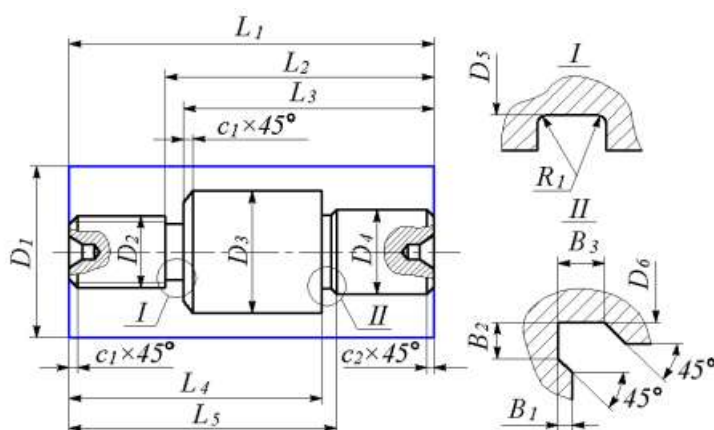

Рис. 4.8. Эскиз обрабатываемой детали для вариантов 1, 6, 11, 16, 21
11. Выполнить индивидуальный вариант задания в соответствии с эскизами деталей, показанными на рис. 4.8–4.12, и их размерами, приведенными в табл. 4.1–4.5.